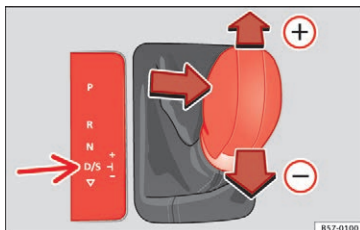

Fig. 179 Midterkonsol: gearskift med tiptronic
- Bevæg gearvælgeren fremad mod  for at skifte et gear op **» Fig. 179.**